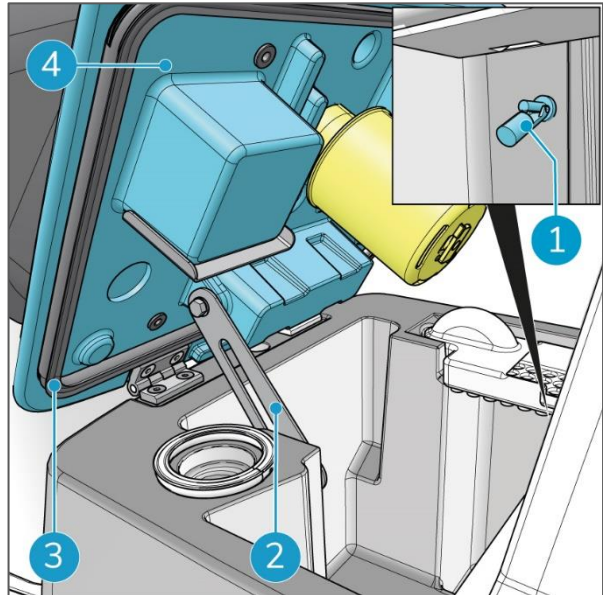

Figura 46
3. Abre la tapa del depósito de recuperación (Figura 46, pos. 4).
4. Comprueba la junta de goma (Figura 46, pos. 3); si está sucia, límpiala con un paño húmedo.
10. Cuando el depósito de recuperación esté vacío, límpialo con una manguera (Figura 46).
11. Limpia la parte inferior de la tapa con agua (Figura 46).
12. Limpia el interruptor de flotador (Figura 46, pos. 1) con agua para evitar que se adhiera.
5. Desbloquea el gancho de seguridad (Figura 46, pos. 2) y cierra la tapa del depósito de recuperación.